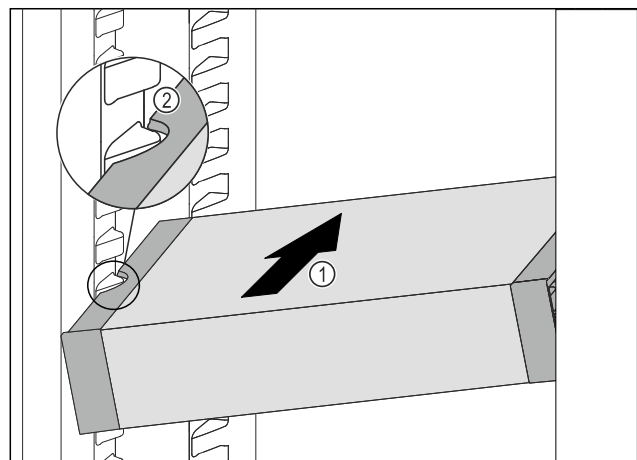

Fig. 56
- ▶ Вкарайте VarioSafe под ъгъл в хладилната част Fig. 56 (1), докато страничните прорези Fig. 56 (2) на VarioSafe се намират на височината на реброто на съда в хладилната част.